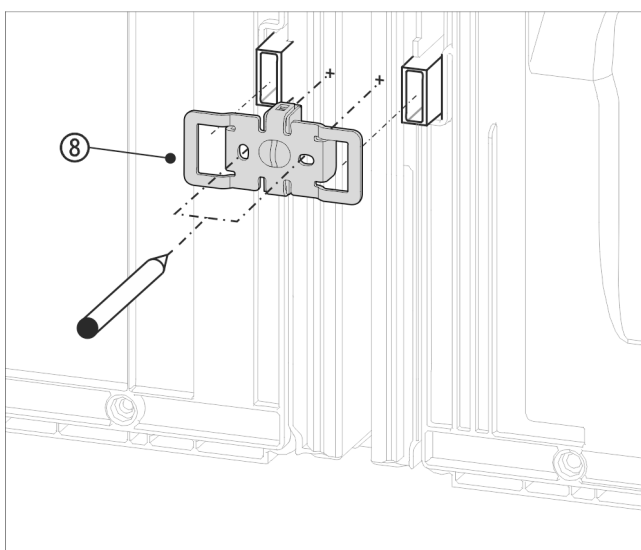

Fig. 17 Zobrazení příkladu
- Úhelník Fig. 17 (8) zasuňte vybráním přes úchyt pro vymezo-vač odstupů od stěny.